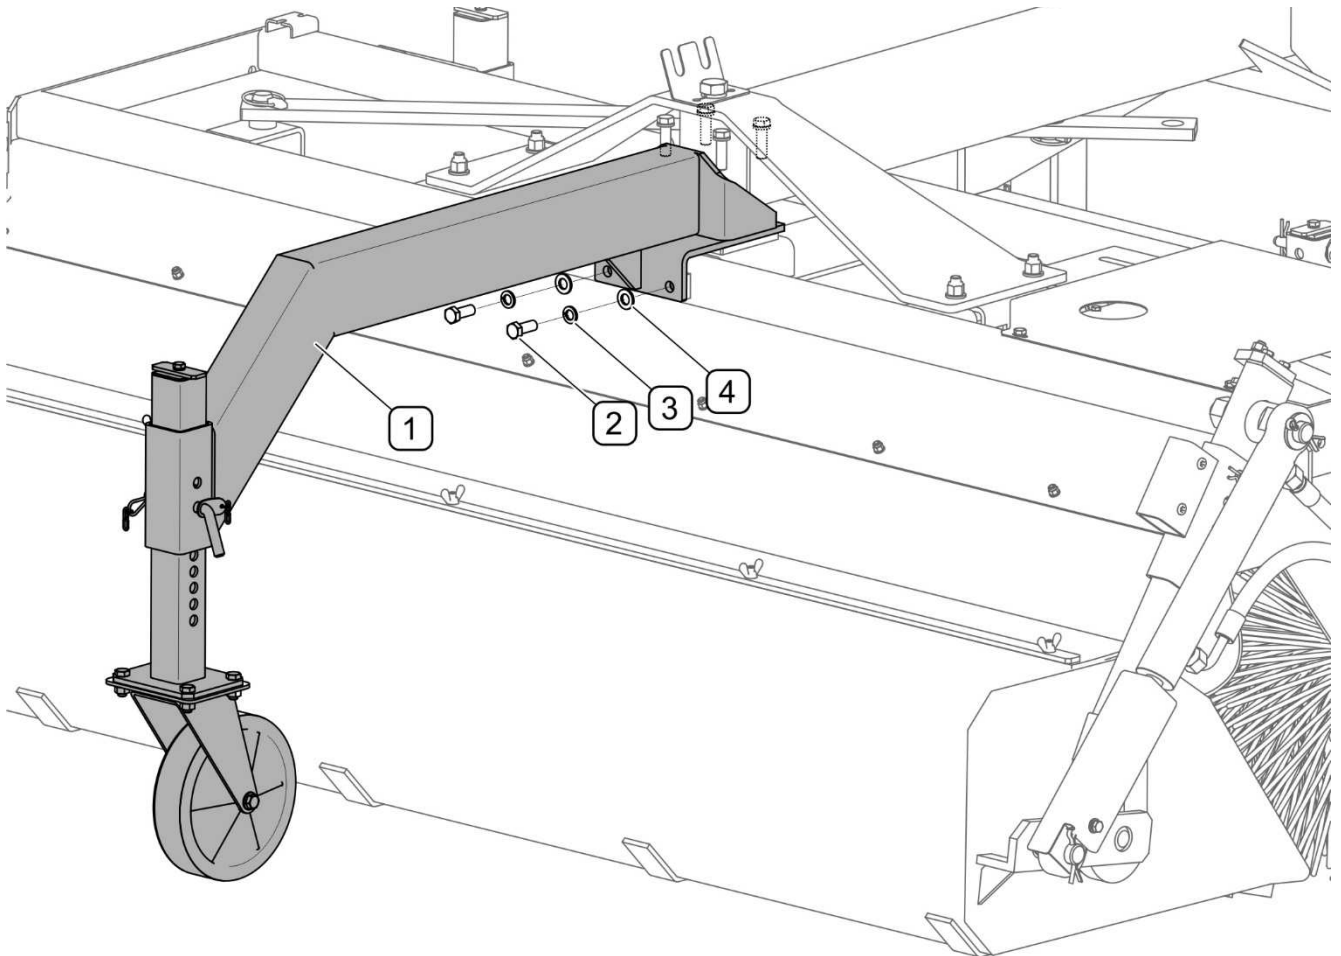

ABB. 4.10 Zusätzliches Stützrad (Option)
(1) - Ausleger; (2) - Schraube; (3) - Federscheibe; (4) - Unterlegscheibe
Damit die Kehmaschine dem Gelände besser folgen kann, wenn sie an der Vorderseite des Trägerfahrzeugs befestigt ist, muss am Rahmen der Kehmaschine ein zusätzliches Stützrad befestigt werden (*Katalog-Nr. 80RPN-20.00.00.00*). Der Ausleger (1) wird zusammen mit dem Rad (ABB. 4.10) von oben mit den Befestigungsschrauben am Rahmen und vorn vorne mit den Schrauben (2) mit Unterlegscheiben (3) und (4) befestigt.